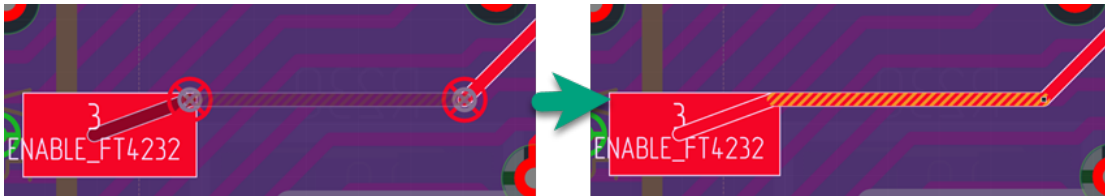

Рис. 206 Удаление ПО, если к нему подключены треки на одном слое
**Примечание!** Переходное отверстие удаляется, если к нему подсоединены объекты только на одном слое и оно было ранее размещено при переносе трека (сегмента трека) на другой слой, см. Рис. 206. Если в дальнейшем происходит перенос сегмент трека по слоям - ПО размещается.